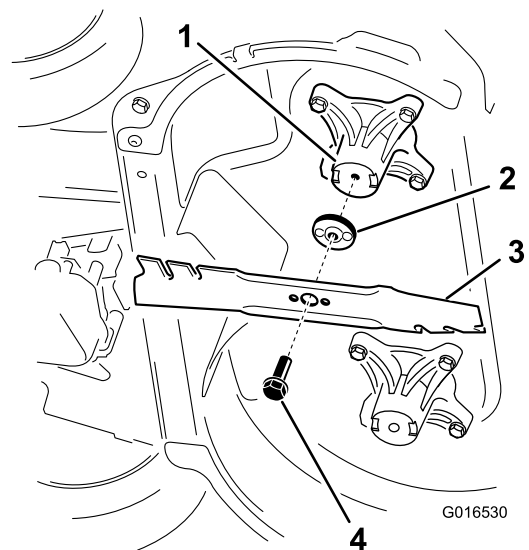

Figure 41
- Déposez chaque lame comme montré à la Figure 41.
- Posez la première lame de sorte qu'elle soit horizontale, avec toutes les fixations, comme montré à la Figure 41.